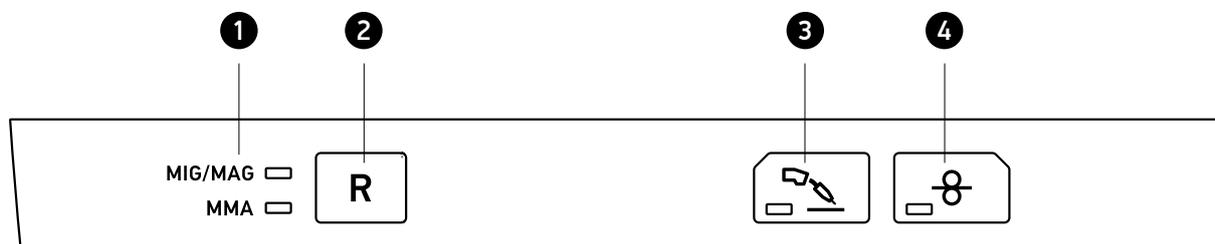

Рис. 4.3
6.2.1 Кнопкой поз.2 (рис. 4.3) выбрать способ сварки MIG/MAG. Нажатием кнопки загорается соответствующий индикатор поз.1 (рис. 4.3).